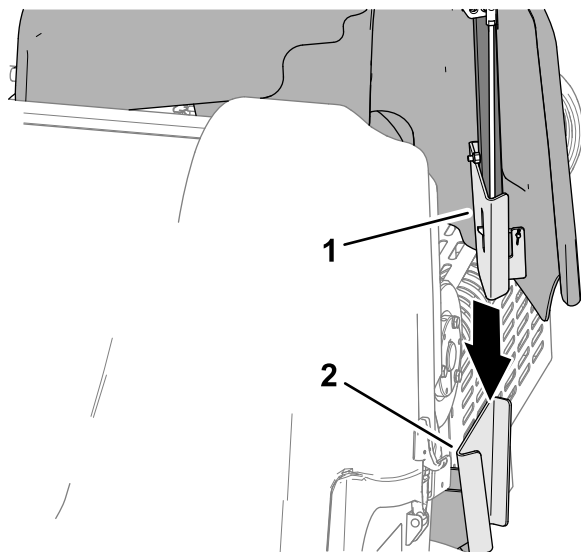

**Figura 133**
1. Allineate la staffa di montaggio del copricinghia con la staffa di supporto del copricinghia del telaio della macchina (Figura 133).